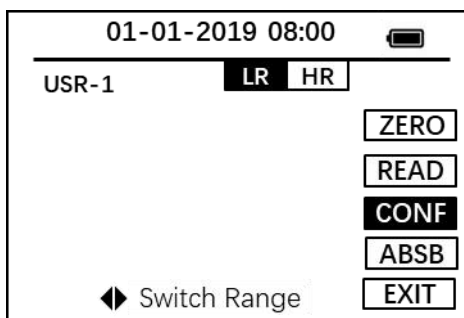

图 10 自定义
1. 根据取样瓶尺寸选择24mm或16mm，OK键进入，导航键选择自定义曲线（名称 USER 1 ~ USER 7）。使用左右键选择该自定义方法的校准范围，LR表示用户自定义方法的低量程校准，HR表示用户自定义方法的高量程校准。选择 **CONF** 如图 10 所示，按OK键进入用户自定义界面；
3. 根据取样瓶尺寸选择24mm或16mm，OK键进入，导航键选择自定义曲线（名称 USER 1 ~ USER 7）。使用左右键选择该自定义方法的校准范围，LR表示用户自定义方法的低量程校准，HR表示用户自定义方法的高量程校准。选择 CONF 如图 10 所示，按OK键进入用户自定义界面；